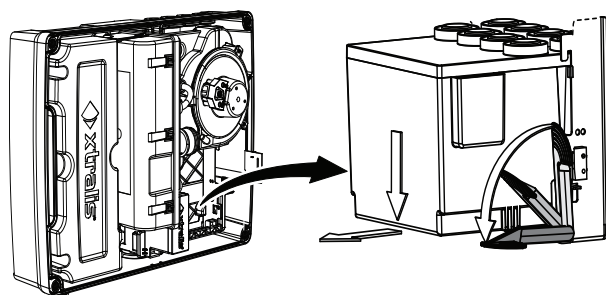

Abbildung 7-7: Intelligenten Filter ausbauen
4. Bauen Sie den intelligenten Filter aus (Abbildung 7-7). Nähere Informationen finden Sie in Abschnitt 7.3 auf Seite 61.